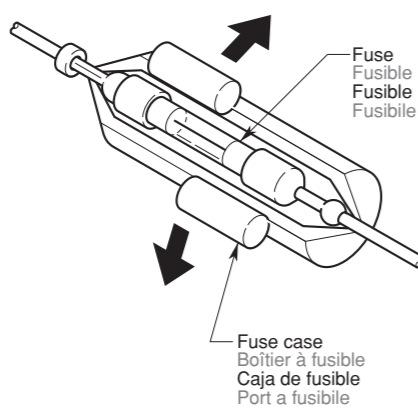

Figure 7 / Figure 7 / Figura 7 / Figura 7
4. To replace the fuse, open the lock on the source unit side, remove the old fuse and insert the new one. (Figure 7)
4. Pour remplacer le fusible, ouvrir le loquet sur le côté de l'appareil pilote, retirer l'ancien fusible et insérer le fusible neuf. (Figure 7)